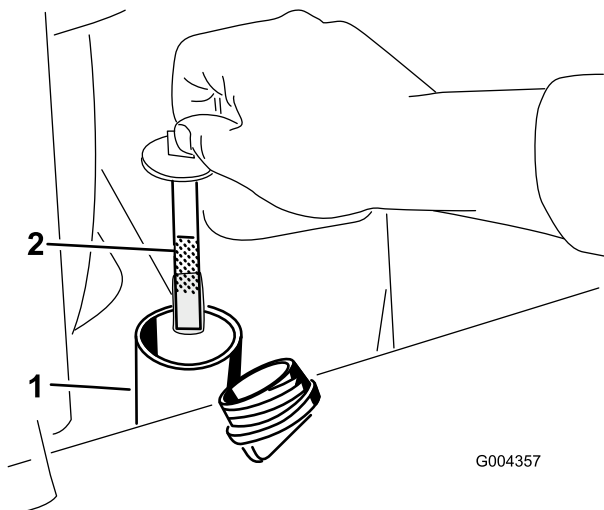

Figure 62
5. Enlevez le bouchon et la jauge du réservoir hydraulique (Figure 62).